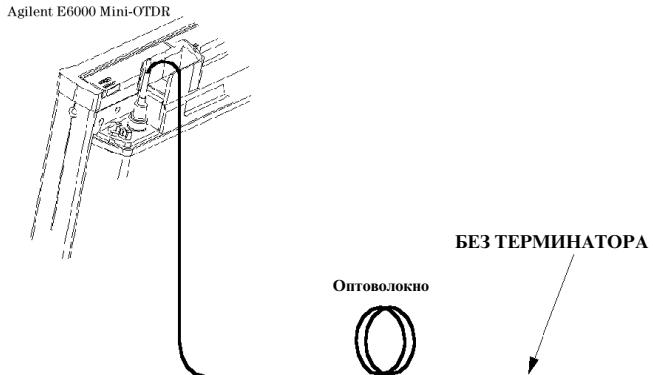

Рис. 82 Схема рабочего места для определения погрешности расстояния
- Соберите рабочее место по схеме на Рис. 82. Если используется линия задержки компании Agilent, подключите ее соединитель 2 к рефлектометру, а соединитель 1 оставьте неподключенным.